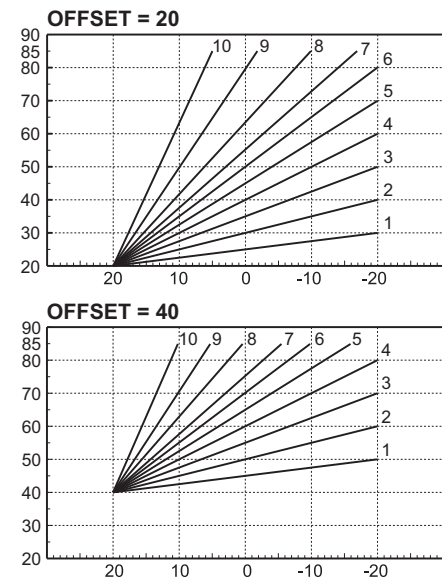

fig. 25- Voorbeeld van parallelle verplaatsing van de compensatiecurven
**Offset:** In dit submenu krijgt u toegang tot de parallelle verplaatsing van de curves via de toetsen  $\oplus$  en  $\ominus$  **sanitair**. Zie fig. 25 voor de kenmerken.